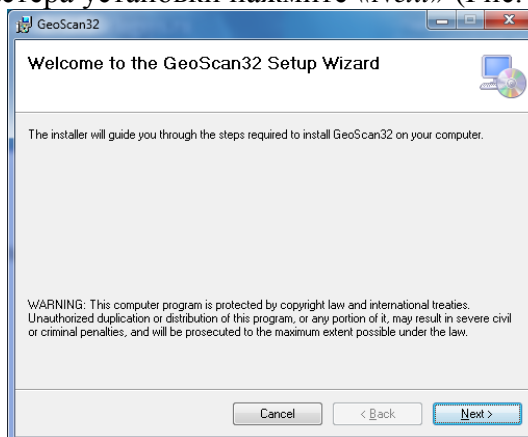

Рис. 1.2 - Окно мастера установки
3. После запуска мастера установки нажмите «Next» (Рис. 1.2)